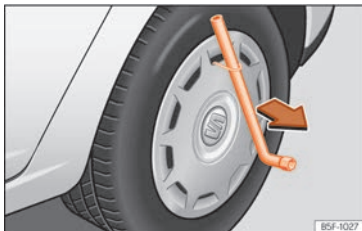

Abb. 42 Die Radvollblende vom Rad abnehmen.
- Schieben Sie den Radschlüssel durch den Drahtbügel, nutzen Sie den Reifen als Hebel und ziehen Sie die Radvollblende ab » **Abb. 42**.